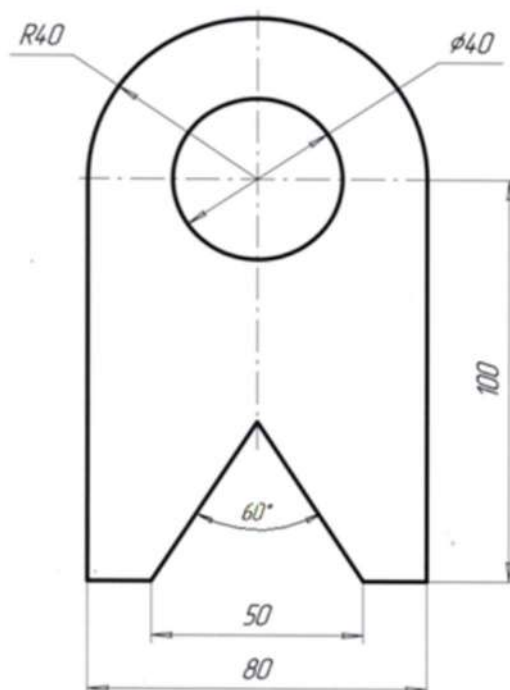

Рис. 1. Деталь боковая стенка
2. По чертежу изготовить опору с ушком (рис. 1).